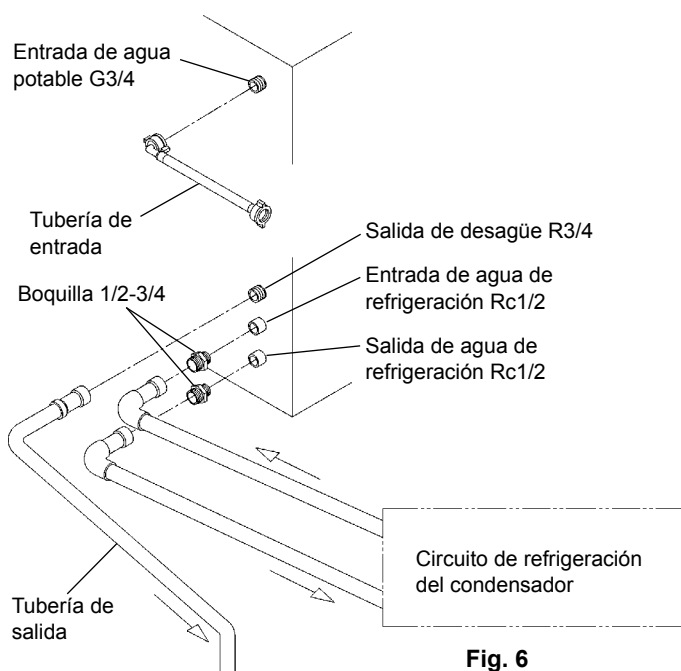

Fig. 6
\* Hoshizaki recomienda conectar el condensador refrigerado con agua a un sistema de refrigeración de tipo recirculación de circuito cerrado que utilice una torre, un enfriador de agua o un dispositivo similar (véanse las figs. 6 y 7). La producción de agua debería tener lugar mediante una disposición de tipo válvula de bola/depósito de rotura.
### [a] Conexiones estándar de acuerdo con la normativa WRC del Reino Unido (figs. 6 y 7)
5) Conectar el circuito de refrigeración del condensador a los extremos libres de las boquillas 1/2-3/4 como se indica (fig. 6), utilizando para ello una tubería de tipo rígido adecuada. Se deberá utilizar cinta P.T.F.E., un compuesto sellador adecuado, o ambas cosas, para obtener una unión sin goteras.